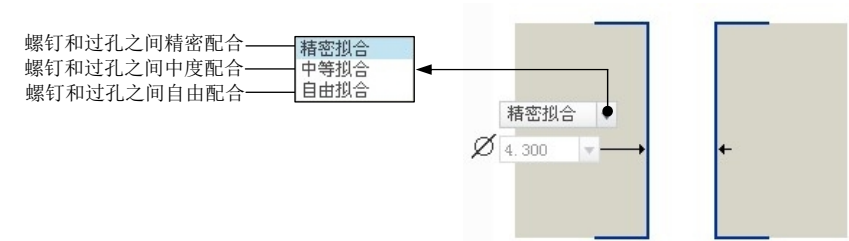

图 5.14.18 螺钉过孔
(4) 螺钉过孔形式。有三种形式的过孔：
- 在操控板中取消选择、和，选择“间隙孔”，再单击 **形状**，则螺孔形式如图 5.14.18 所示。